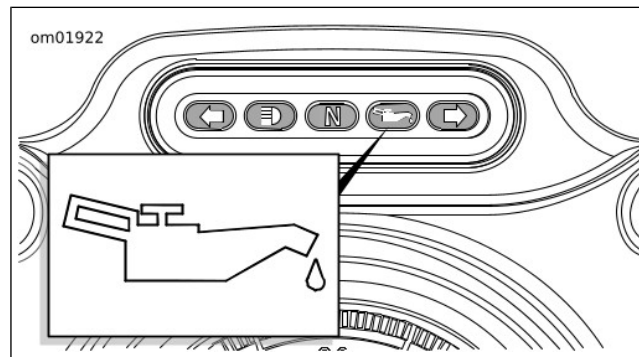

Figura 44. Spia della pressione dell'olio
3. Vedere Figura 44. Verificare la pressione dell'olio.